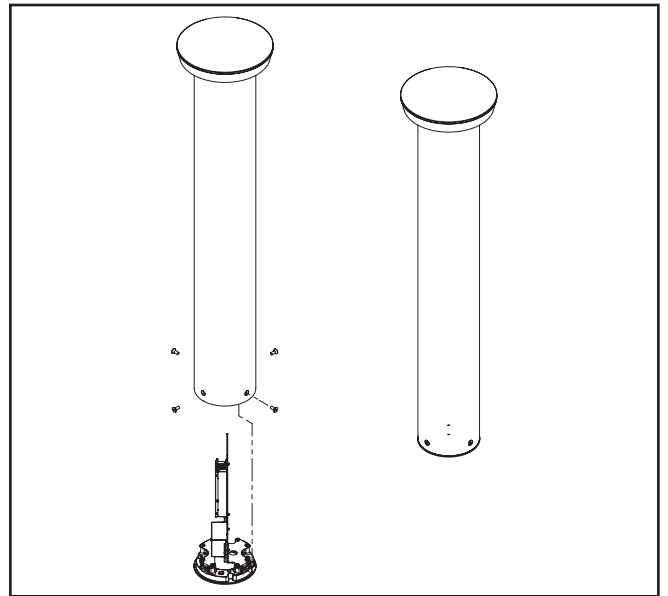

Figura 4.
12. Utilice los cuatro (4) tornillos de cabeza plana con copa del portacasquillo de ¼ in para sujetar el alojamiento del bolardo a la base. Apriete a 30 in-lb (3,4 N·m). (Figura 4)